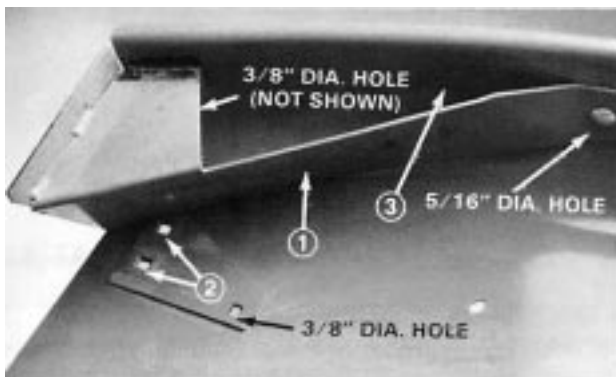

Figure 4
3. Présenter la chicane avant en position sur le dessous de l'unité de coupe, en faisant correspondre les 2 trous de montage extérieurs et les trous de montage du déflecteur avant (Fig. 4).
4. Utiliser la chicane comme gabarit pour marquer et percer 2 trous de 3/8" (9 mm) de diamètre et un trou de 5/16" (8 mm) de diamètre dans le carter de lame (Fig. 4).